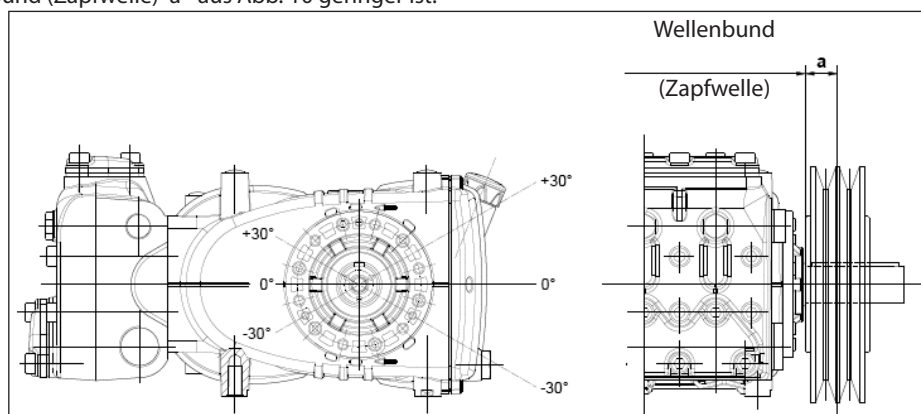

Abb. 10
Die radiale Belastung der Welle darf 3000 N (für die Definition der Anordnung erforderlicher Wert) nicht übersteigen. Der Antrieb gilt als richtig bemessen, wenn die Belastung bei einem maximalen Abstand  $a=30$  mm vom Wellenbund (Zapfwelle) angewandt wird, siehe Abb. 10.
- b) Verwenden Sie Hochleistungsriemen - zum Beispiel **XPB** statt **SPB** - da hierbei weniger Riemen bei gleicher Leistungsübertragung benötigt werden und der Abstand zum Wellenbund (Zapfwelle) "a" aus Abb. 10 geringer ist.